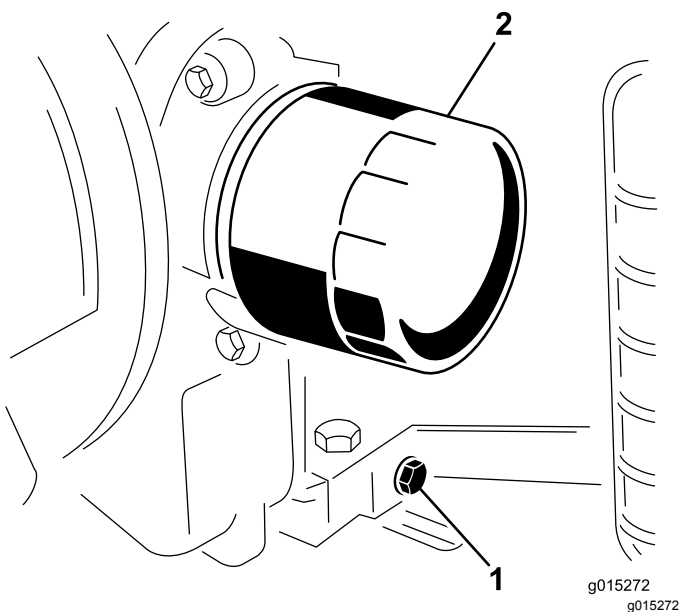

图15
4. 在放油孔下放置一个盘子。取下排油塞让机油排出 图15。